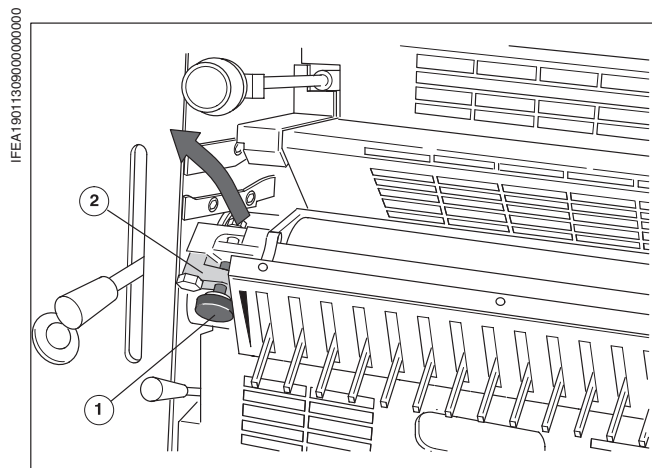

Рис. 67 Откидывание красочного ящика
- ❶ Удалите краску шпателем из красочного ящика.
- ❷ Освободите винты с накатной головкой на стороне привода (Рис. 67/❶) и на стороне обслуживания и поверните упор (Рис. 67/❷) наружу по направлению стрелки.
- ❸ Откиньте красочный ящик вниз.